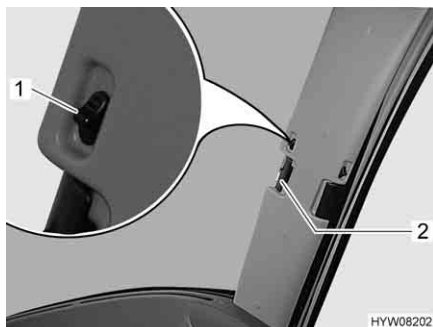

Fig. 13 Tendina oscurante pieghevole per il parabrezza
- Spingere verso l'esterno le due metà della tendina oscurante pieghevole del parabrezza per la maniglia (Fig. 13,2) fino all'arresto.
- Spingere il bottone di bloccaggio (Fig. 13,1) in basso.